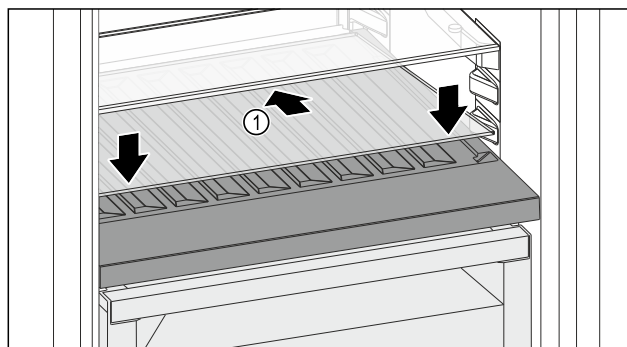

Fig. 168
- Staklenu ploču Fig. 168 (1) podignite sprijeda. (pogledajte 10.7.3 Čišćenje opreme)
- ▶ Postavite staklenu ploču Fig. 168 (1) ukoso, nagnutu straga prema dolje.
- ▶ Staklenu ploču Fig. 168 (1) podignite sprijeda.